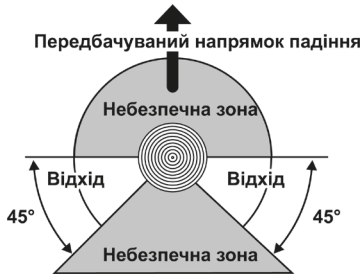

Рисунок 12. Схема зони падіння дерева.
2. Визначити напрямок, у якому буде падати спіяне дерево з урахуванням напрямку вітру, передбачити маршрут відходу під час падіння дерева (треба відійти від стовбура у протилежному від падіння напрямку, принаймні на 3 м, щоб уникнути удару після відкидання стовбура назад на пень (рис. 12).